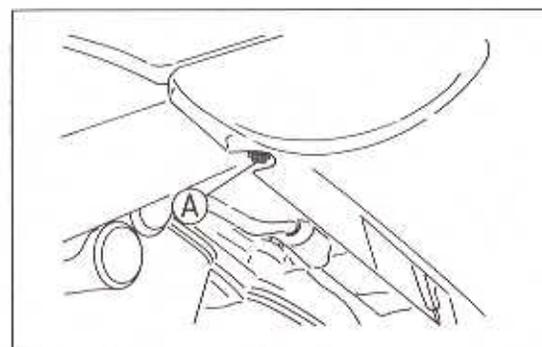

Bild 72
- Die zwei Befestigungsschrauben der Verkleidung an der Rückseite der Verkleidung lösen (Bild 72).